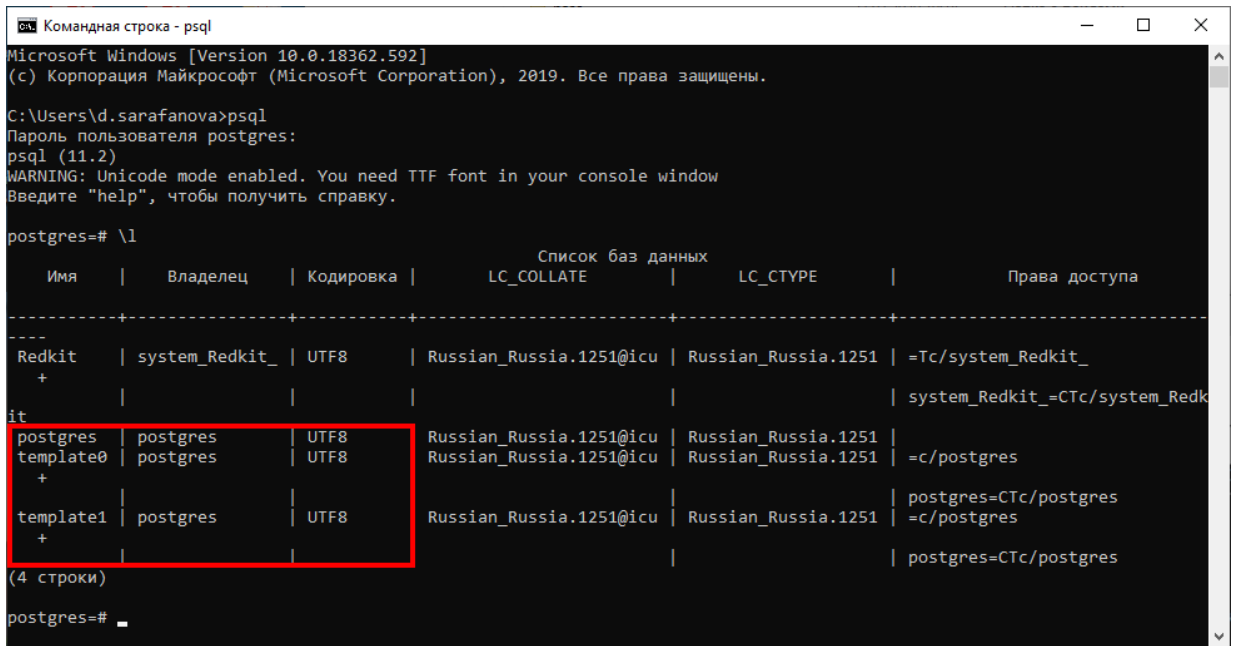

Рисунок 16 - psql в командной строке
5. Убедитесь, что в столбце «Кодировка» у системных БД (template0, template1) выставлено "UTF8" (Рисунок 16).